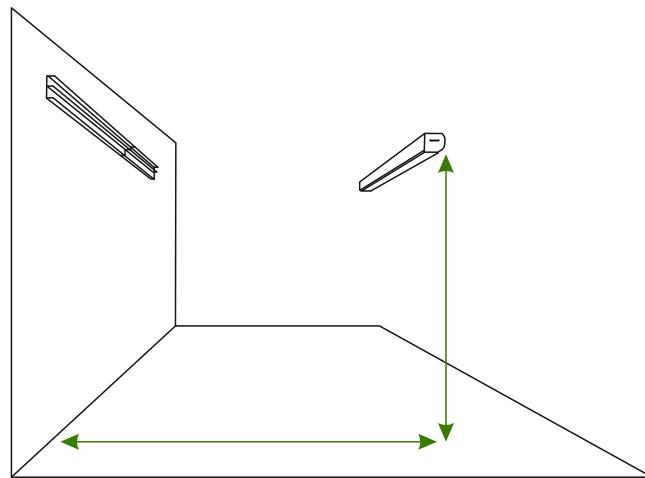

Abb. 1
1. Die fertig montierten Rinnen sollen auf die gewünschte Höhe gesetzt werden. Als mögliche Hilfswerkzeuge für diesen Vorgang eignen sich ganz gut die mobilen Lasthebeanlagen, Gerüste, Teleskop-Stützen oder Teleskop-Dreibeinstative. Wichtig dabei ist, dass die Höhenverstellung der Rinne in diesem Schritt, noch nachjustiert werden kann. Siehe Abb. 1.